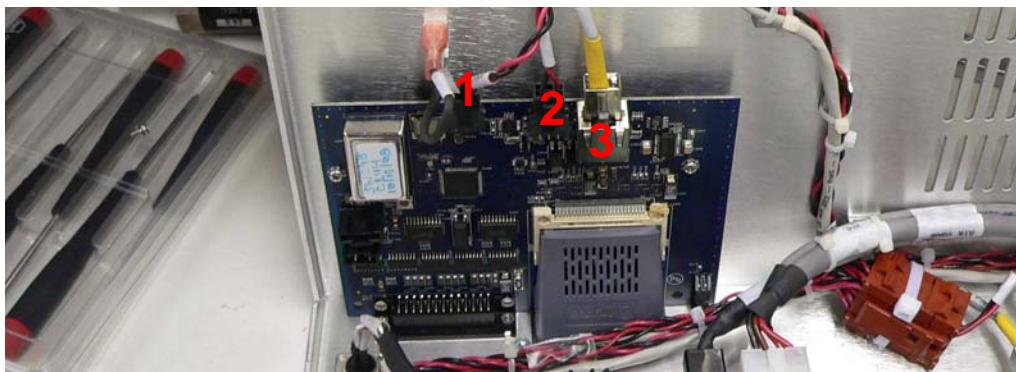

图 B-39 分立式 I/O 电路板布线
4. 断开 (图 B-39) :
7. 重新连接 (第 B-28 “页图 B-39) :